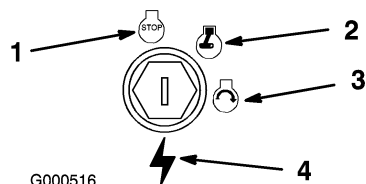

Figura 10
3. Gire la llave de contacto a Desconectado (Figura 10).